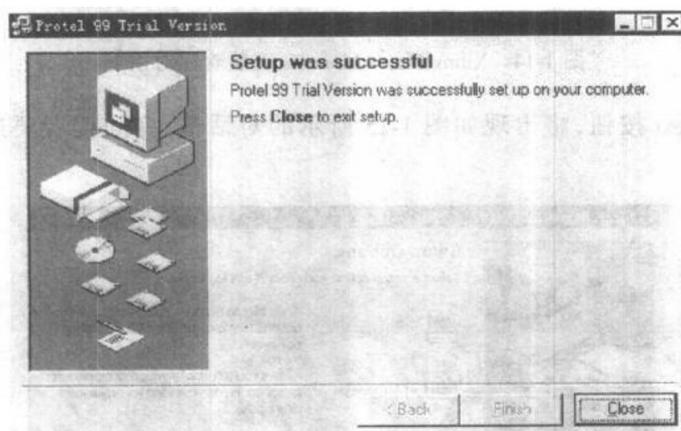

图 1-12 安装完毕对话框
(12) 下面安装向导将告诉读者安装已经成功结束了, 单击 Close 按钮即可退出安装程序, 如图 1-12 所示。